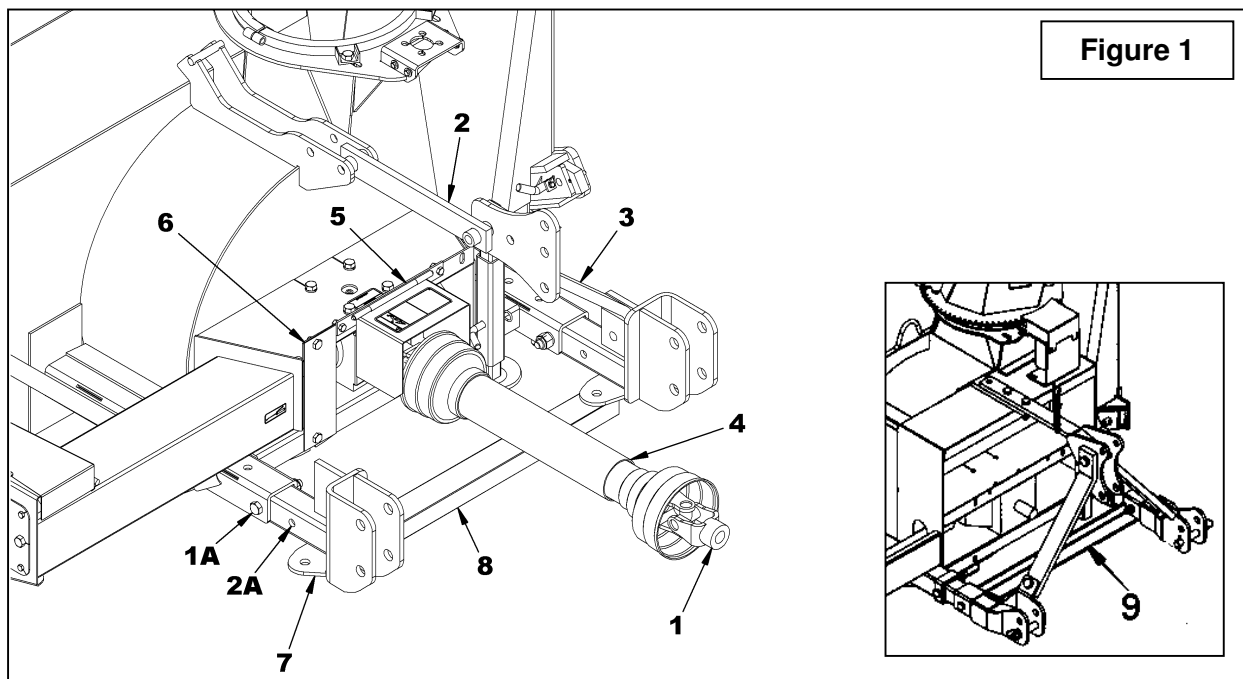

Figure 1
NOTE: Avant de débiter l'installation, vérifier le type de prise de force que vous avez sur votre tracteur. Commander au besoin la fourche appropriée (Fig. 1, item 1) de l'arbre à cardan auprès de votre distributeur.
3. **Figure 1:** Pour faciliter l'installation du réducteur, il est recommandé de retirer l'attache supérieur (item 2) ainsi que les attelages gauche et droit (item 3).
4. **Figure 1:** Retirer l'arbre à cardan (item 4) de la souffleuse. Retirer le protecteur d'arbre à cardan (item 5).
5. **Figure 1:** Sur les modèles SA92 et SA98, retirer le garde arrière (item 6). Celui-ci ne sera pas réutilisé.
6. **Figure 1:** Avant d'installer le réducteur, s'assurer que les attaches inférieures droite et gauche (item 7) sont dans la position 1A tel qu'indiqué sur la figure. Vérifier aussi que le renfort (item 8) du SA92 et SA98 est installé dans la position illustré sur la figure sinon le réinstaller dans cette position. Pour les modèles TRC, tourner le renfort (item 9) de 180° pour que la partie repliée soit du côté tracteur et non du côté souffleuse pour éviter une interférence avec le réducteur.
13. **Figure 1:** Installer l'attache supérieur (item 2) ainsi que les attelages gauche et droit (item 3).